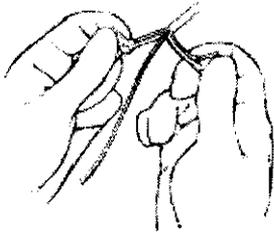

Figura 7. Pelado de la funda
10. Cuando el electrodo alcance la aurícula derecha, desprenda la funda del electrodo, utilizando los extremos de la funda como mangos y tirando de ellos hasta que la funda se separe longitudinalmente y se rompa en el extremo distal (ver Figura 7).